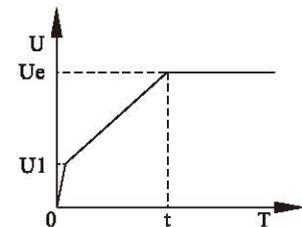

图11
b)、图11为电压斜坡起动的输出电压波形。其中U1为起动时的初始电压值，当电机起动时，在电机电流不超过额定值400%的范围内，软起动器的输出电压迅速上升，电机随着电压的上升不断平稳加速，当电压达到额定电压Ue时，电机达到额定转速，旁路接触器吸合，起动过程完成。